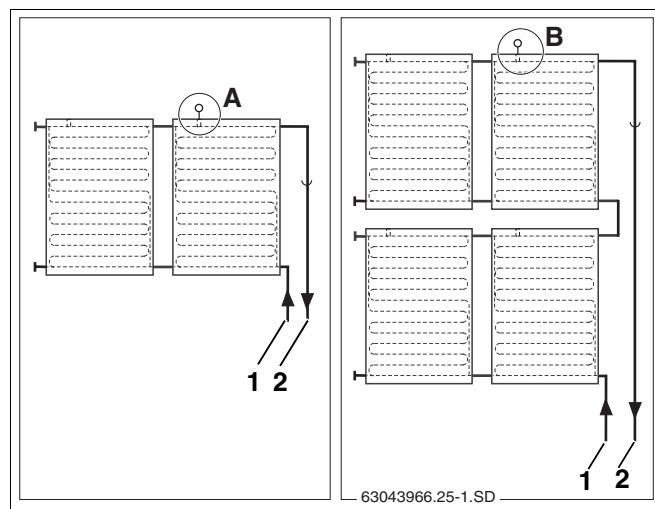

Fig. 53 Position de montage de la sonde de capteur (représentation schématique)
Respectez la position de montage des systèmes de capteurs à une ou deux rangées (fig. 53).
La sonde de capteur doit être montée dans le capteur avec la conduite de départ raccordée (fig. 53, **pos. 2**).
- Position de montage (fig. 53, **pos. A**) sur les systèmes de capteurs à une rangée.
- Position de montage (fig. 53, **pos. B**) pour les systèmes à deux rangées.